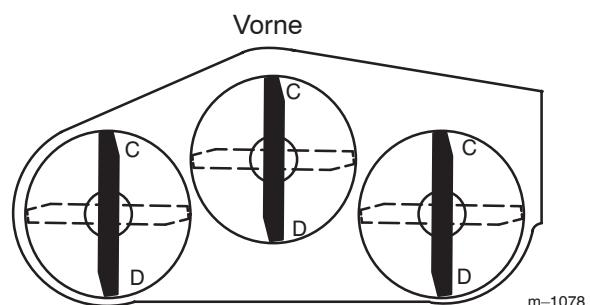

Bild 41
- Stellen Sie ein Messer in Längsrichtung (Bild 41). Messen Sie von einer ebenen Fläche bis zu den Stellen C und D (Bild 41) an den Schnittkanten der Messerspitzen (Bild 42).